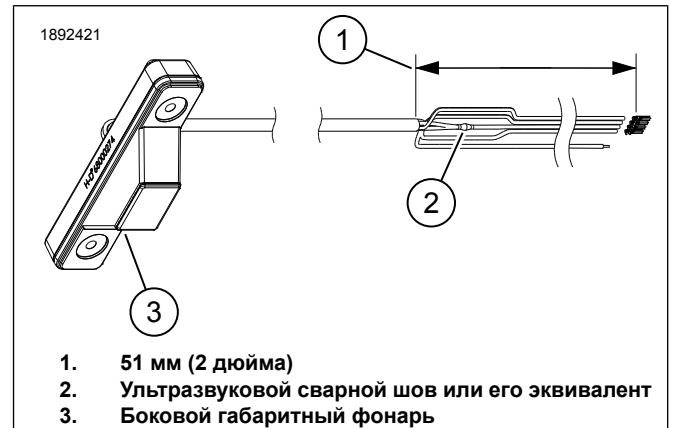

Рисунок 5. Размеры ответвления жгута проводов
- a. См. рис. 5. Ответвление должно начинаться выше разъема (51 mm (2 in)).